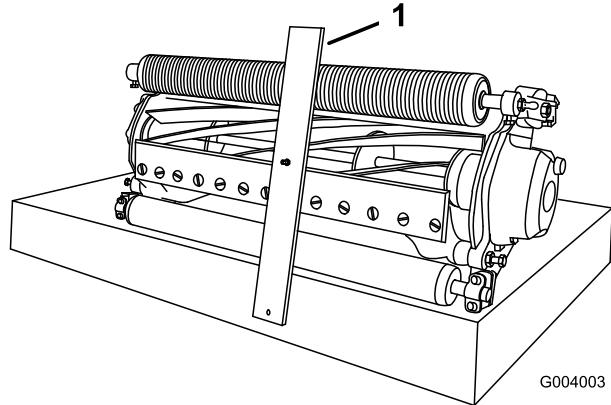

Figura 10
3. Enganche la cabeza del tornillo sobre el filo de la contracuchilla y apoye el extremo trasero de la barra sobre el rodillo trasero (Figura 10).